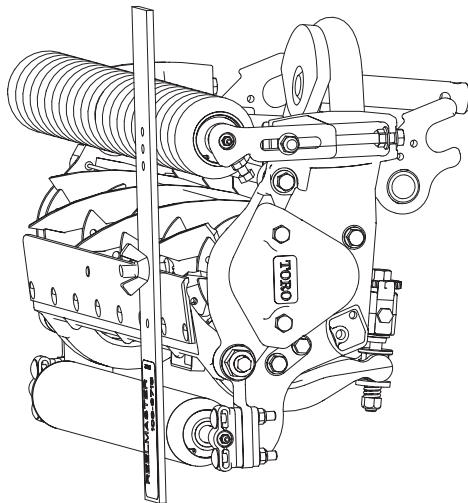

Figure 15
- Accrochez la tête de la vis sur le bord tranchant de la contre-lame et appuyez l'arrière du gabarit contre le rouleau arrière (Fig. 15).